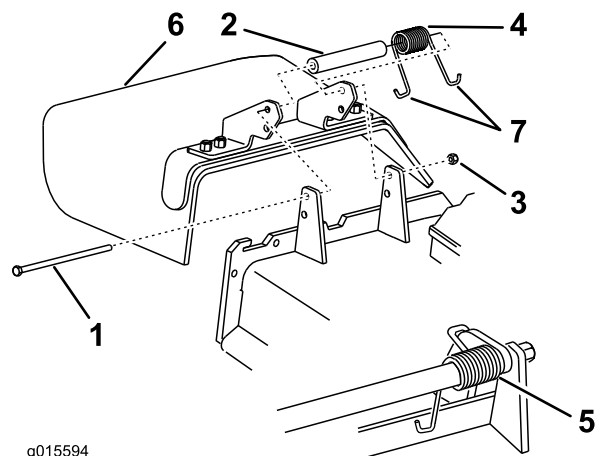

Figure 94
1. Retirez le contre-écrou, le boulon, le ressort et l'entretoise qui fixent le déflecteur aux supports de pivot (Figure 94).
Remarque: Prenez soin de placer 1 extrémité en J du ressort derrière le bord du tablier avant de mettre le boulon en place, comme montré à la Figure 94.
6. Accrochez l'extrémité en J du ressort au déflecteur d'herbe (Figure 94).